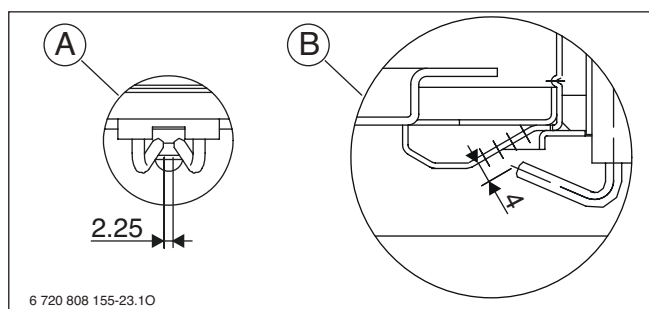
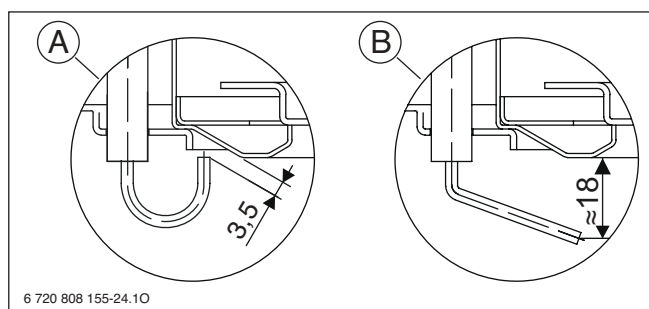

Fig. 44 Elettrodo di accensione
Fig. 45 Elettrodo di ionizzazione
- ▶ Verificare l'elettrodo di accensione (→ Fig. 44) e l'elettrodo di ionizzazione (→ Fig. 45).